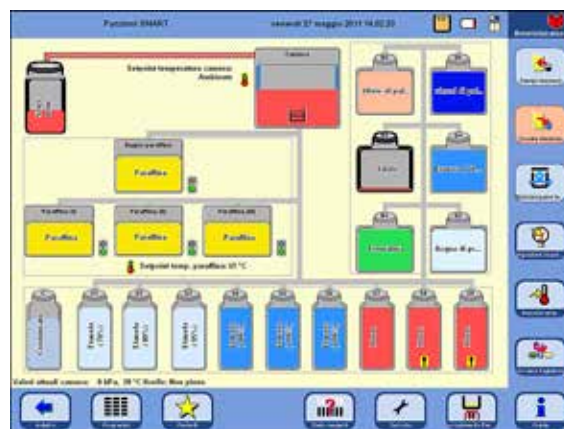

Fig. 166
- L'intera procedura viene visualizzata sullo schermo (vista **SMART SCREEN**) mediante rappresentazione grafica (fig. 166).